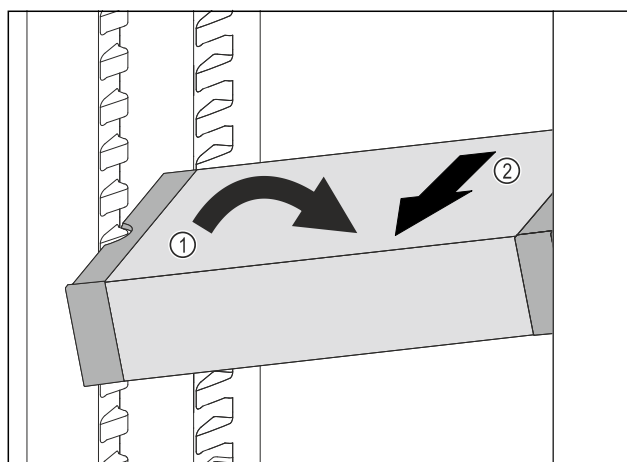

Fig. 94
- Ukosite ladicu VarioSafe u hladnjaku. Fig. 94 (1)
- Izvadite ladicu VarioSafe prema naprijed. Fig. 94 (2)